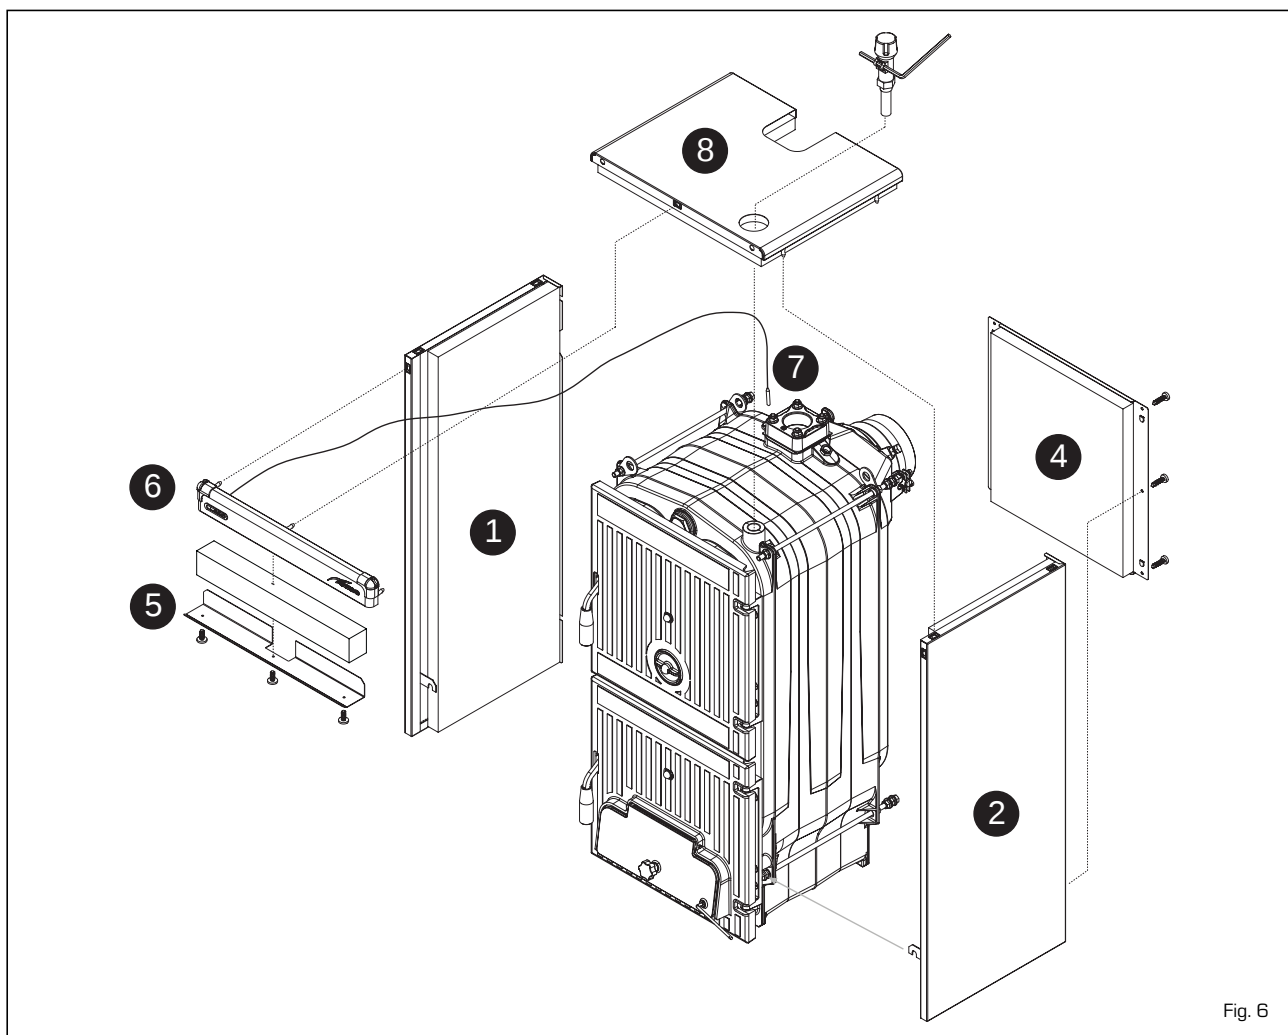

Fig. 6
4.5 MONTAJE DEL REVESTIMIENTO (fig. 6)